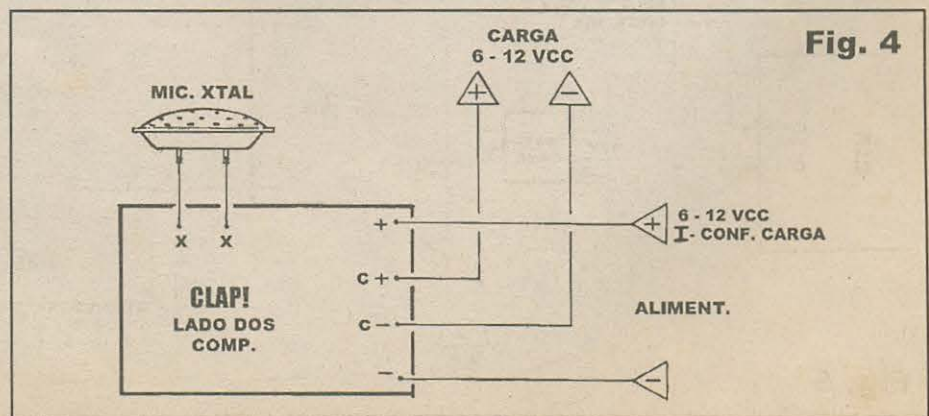

Fig. 4
- FIG. 4 - CONEXÕES EXTERNAS À PLACA - Com o impresso ainda visto pelo lado dos componentes (só que agora ignorando os componentes já detalhados na figura anterior, para não atrapalhar o visual...), o diagrama mostra as ligações a serem feitas da placa para fora, que são poucas e simples... Os terminais da capsula de microfone de cristal devem ser ligados (por pedacinhos de fio flexível, isolado...) aos pontos X-X... A alimentação geral vai aos pontos (+) - **positivo** e (-) - **negativo**... A saída para a carga a ser controlada é recolhida nos pontos C+ (**positivo**) e C- (**negativo**)... Tudo é tão simples e direto que basta um pouquinho de atenção e cuidado para que as coisas saiam corretas...